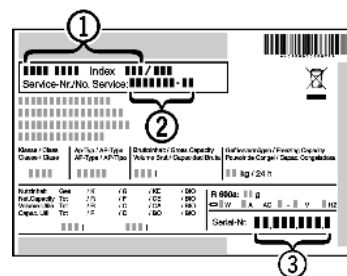

Fig. 17
- ▶ Leggere la denominazione dell'apparecchio *Fig. 17 (1)*, il n° assistenza *Fig. 17 (2)* e il n° di serie *Fig. 17 (3)* sulla targhetta identificativa. La targhetta identificativa è situata all'interno dell'apparecchio, sul lato sinistro.
- ▶ Informare il servizio di assistenza e comunicare il difetto, la denominazione dell'apparecchio *Fig. 17 (1)*, il n° assistenza *Fig. 17 (2)* e il n° di serie *Fig. 17 (3)*.